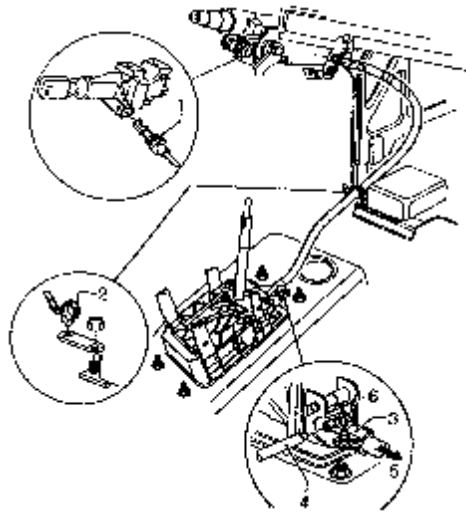

图 8-31 锁止拉线
- (1) 将变速杆打到位置“2”。
- (2) 注意带编码收音机的车辆，必要时查询密码。拆下蓄电池地线。
- (3) 拆下变速杆手柄。
- (4) 拆下前部副仪表板和方向盘。
- (5) 将点火锁转到接通位置 (接通点火开关)，将变速杆打到“P”位置。
- (6) 如图 8-31 所示，拉出锁钩卡夹 1，拉出锁止拉线。拆下带导槽盖板 (变速杆操作机构) 3。